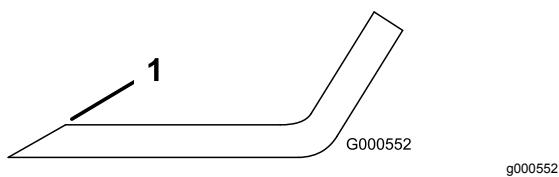

Figura 82
1. Utilice una lima para afilar el filo de corte en ambos extremos de la cuchilla (Figura 82).
Nota: Si la cuchilla no está equilibrada, rebaje algo el metal en la parte de la vela solamente (Figura 82).